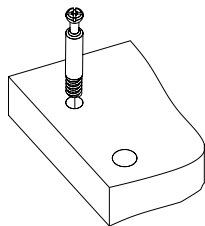
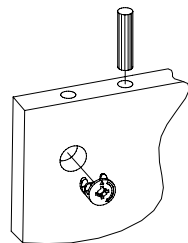

Рис.1
Рис.2
1. Подготовьте детали к сборке. Для этого вкрутите шпильки минификс в детали 2, 3, 9 (Рис. 1). Затем вставьте головки минификс и шканты в детали 1, 2, 3, 4, 6 (Рис. 2). Вбейте опоры в детали 1, 2, 3.